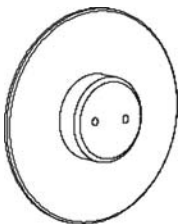

РИС. 2
5.3. В состав электронной мишени ЭМ 4 может входить светоотражающий экран, повышающий уровень чувствительности фотоприемника (Рис.2, 5).